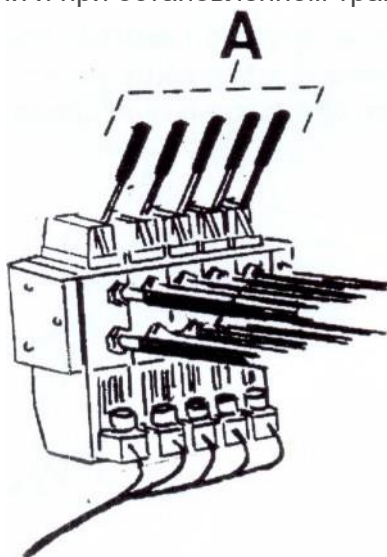

РИС. 31
**ВАЖНО:** если в электрической системе механизма управления имеется неисправность, машина, может быть маневрирована с рычагами А Рис. 31, установленный на распределителе. В любом случае это должно быть сделано только в аварийной ситуации и при остановленном тракторе.